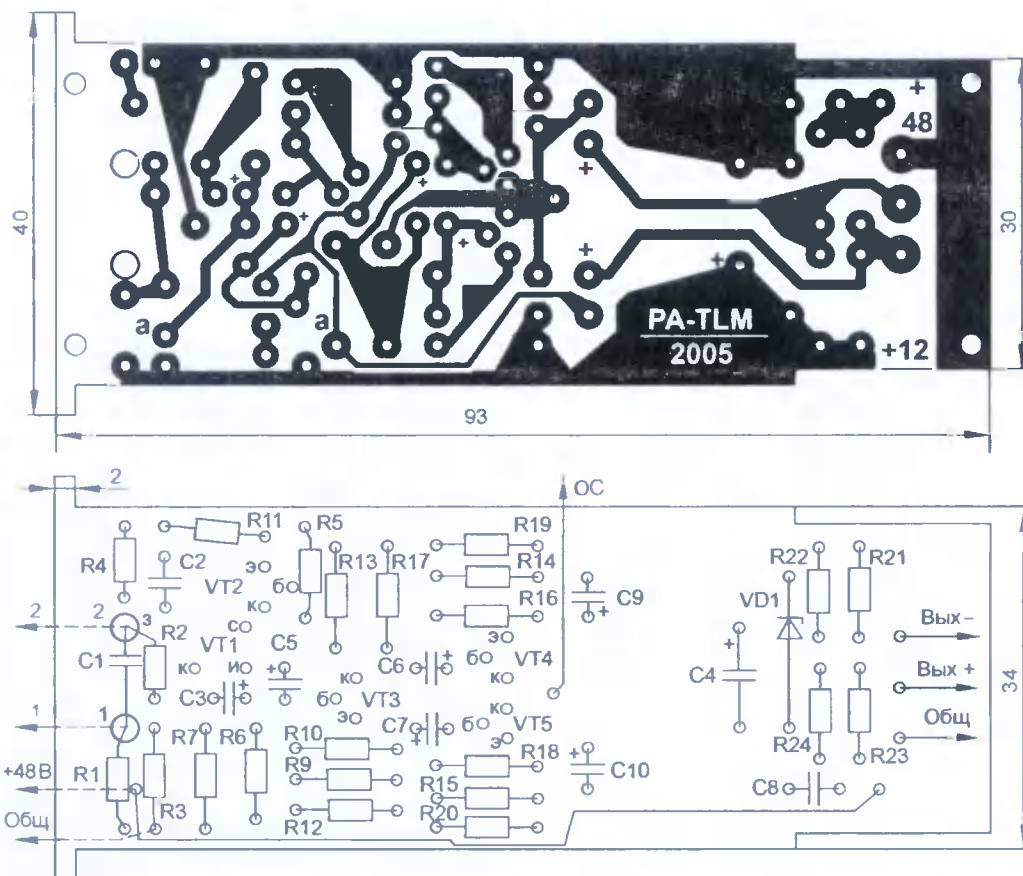
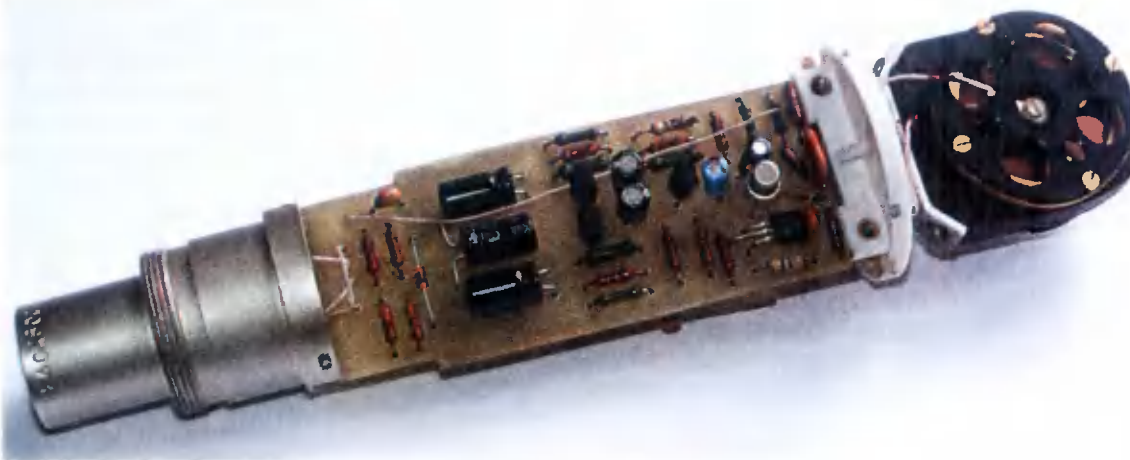

Рис. 8
Рис. 9
Конструкция и детали. Предусилитель для микрофона МК-220 собран на печатной плате размерами 93×40 мм, изготовленной из односторонне фольгированного стеклотекстолита толщиной 1,5 мм. На рис. 8 показана печатная плата предусилителя, а на рис. 9 — фотография платы предусилителя в сборе с капсюлями и выходным разъемом.
Опорные монтажные точки 1 и 2 ПУ (см. рис. 8) не должны иметь контакта со стеклотекстолитом, поэтому в плате для них сверлят два отверстия диаметром 2...2,5 мм, куда вставляют отрезки фторопластовых трубок такого же диаметра длиной 2...2,5 мм. В трубку опорной точки 1 вставляют выводы резистора R1 и конденсатора С1, а выводы конденсатора С1, резистора R2
14. Припаять три провода от разъема XLR к точкам Вых+, Вых- и Общ. новой платы, учитывая цоколевку разъема (см. рис. 7, рис. 8).